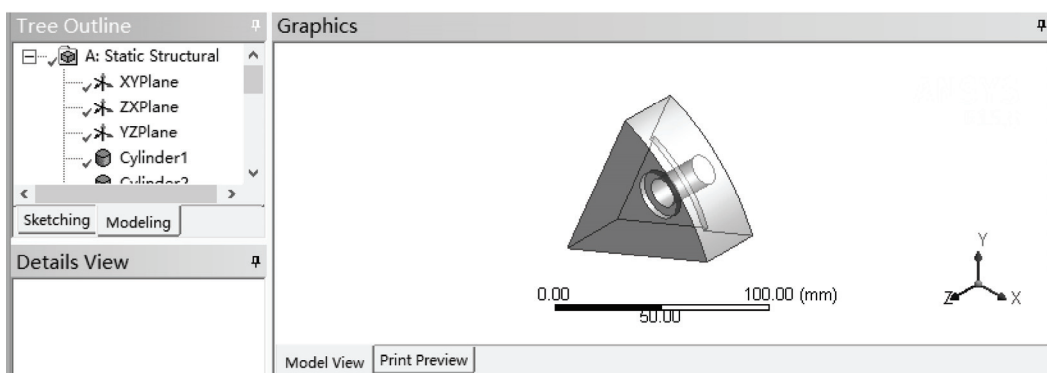

图 20-3 DM 模型
3) 双击项目 A 中的 A2 栏 Geometry，此时会进入到 DM 界面，查看模型如图 20-3 所示，此时如果设计树中显示 ⚡，表示需要生成模型，此时进行步骤 4)，否则可直接进入步骤 5)。